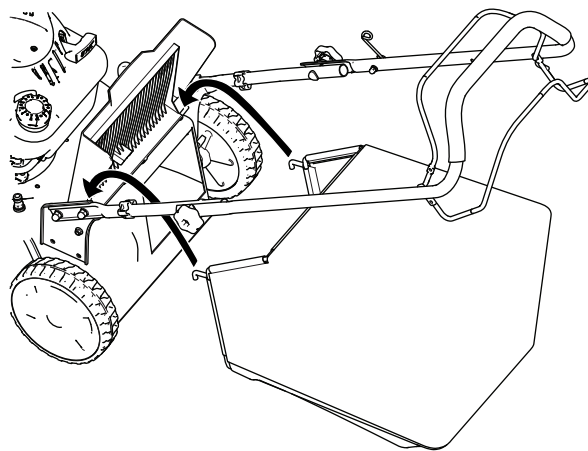

Figura 17
2. Ridică și menține ridicată trapa spate (Figura 17).
3. Instalează sacul pentru iarbă, având grijă ca tifturile de pe sac să rămână în canelurile de pe mâner (Figura 17).
1. Ridică și menține ridicată trapa spate (Figura 17).